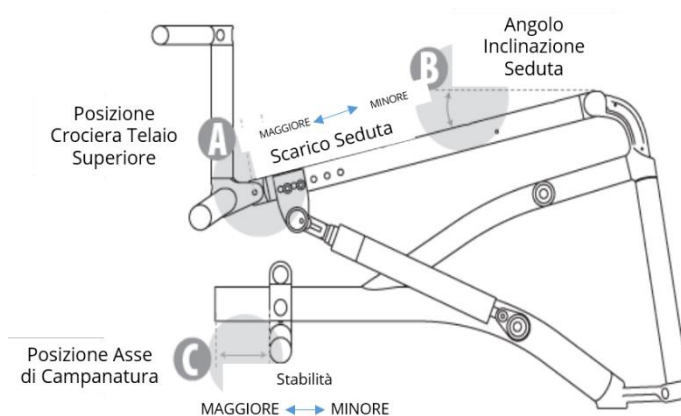

Figura 19.5 Altezza di installazione della seduta e guide per le impostazioni per il posizionamento delle ruote
**Avvertenza** - Non tentare mai di regolare il meccanismo di altezza della seduta con la carrozzina occupata. Per il posizionamento predefinito del traverso superiore del telaio, fare riferimento alla Figura 19.5 ("Guide di impostazione della posizione dell'altezza della seduta e della posizione delle ruote").
**Avvertenza** - La regolazione della posizione dell'asse di campanatura influisce sull'efficacia dell'antiribaltamento. I supporti per le ruotine antiribaltamento DEVONO essere regolati nuovamente seguendo una regolazione dell'asse di curvatura. Per le posizioni predefinite delle ruote, fare riferimento alla Figura 19.5.